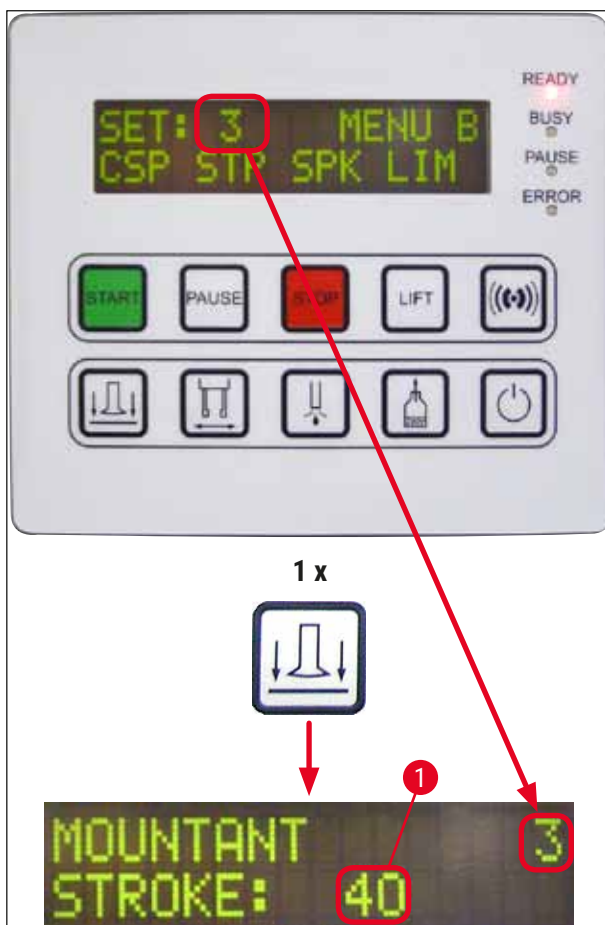

Fig. 40
1. Hvis du vil endre lengden på dekkvæskespåføringen (**STK**), trykker du på knappen **RELEASE COVERSLIP** (→ Fig. 40) (Løsne dekkglass).